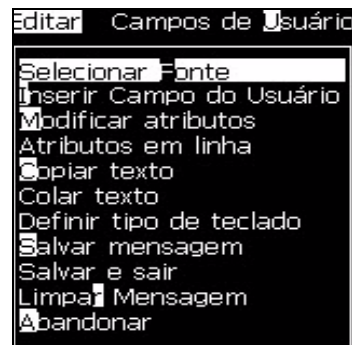

Figura 5-34: Menu Editor
- 1 Pressione as teclas *Alt+E*, ou pressione *F1*. O menu *Editor* aparece (veja Figura 5-34).